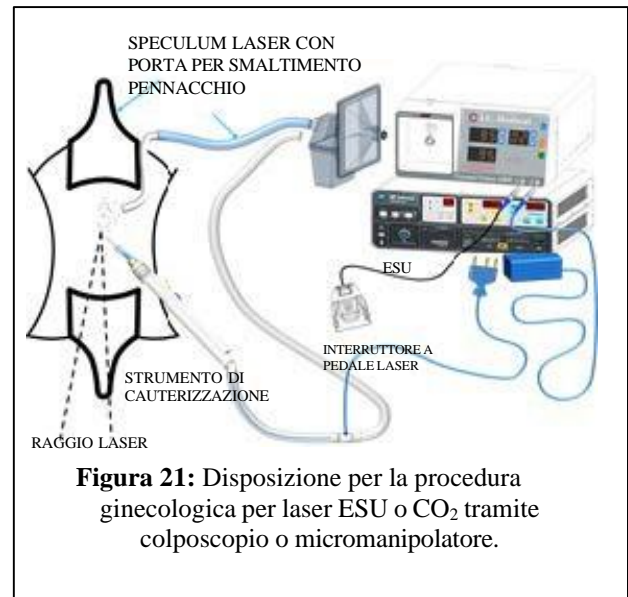

Figura 21: Disposizione per la procedura ginecologica per laser ESU o CO₂ tramite colposcopio o micromanipolatore.
3. Riferirsi alla Figura 21 per conoscere la relativa disposizione.